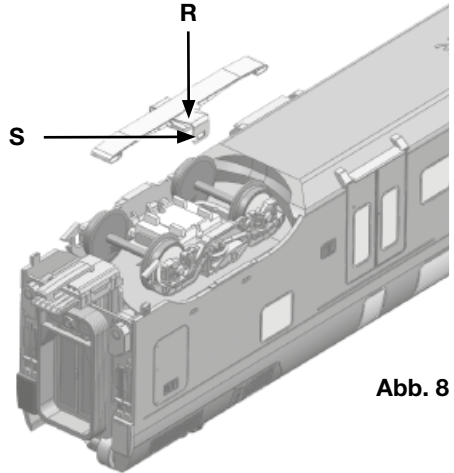

Abb. 8
**Abb. 8** zeigt den ausgebauten Schleifer mit dem Haltebügel (**R**). Beim Einbau schnappt der Haltebügel einfach in zwei Haltenasen. Beim Demontieren drücken Sie bitte den Haltearm (**S**) leicht mit einem Schraubendreher nach außen.